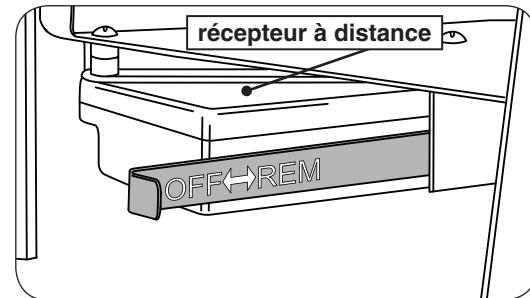

Fig. 34-1
1. Localisez l'actionneur de l'interrupteur OFF/REMOTE sur le côté gauche du brûleur. Glisser le servomoteur sur la position gauche / **OFF**. Voir Fig. 34-1.